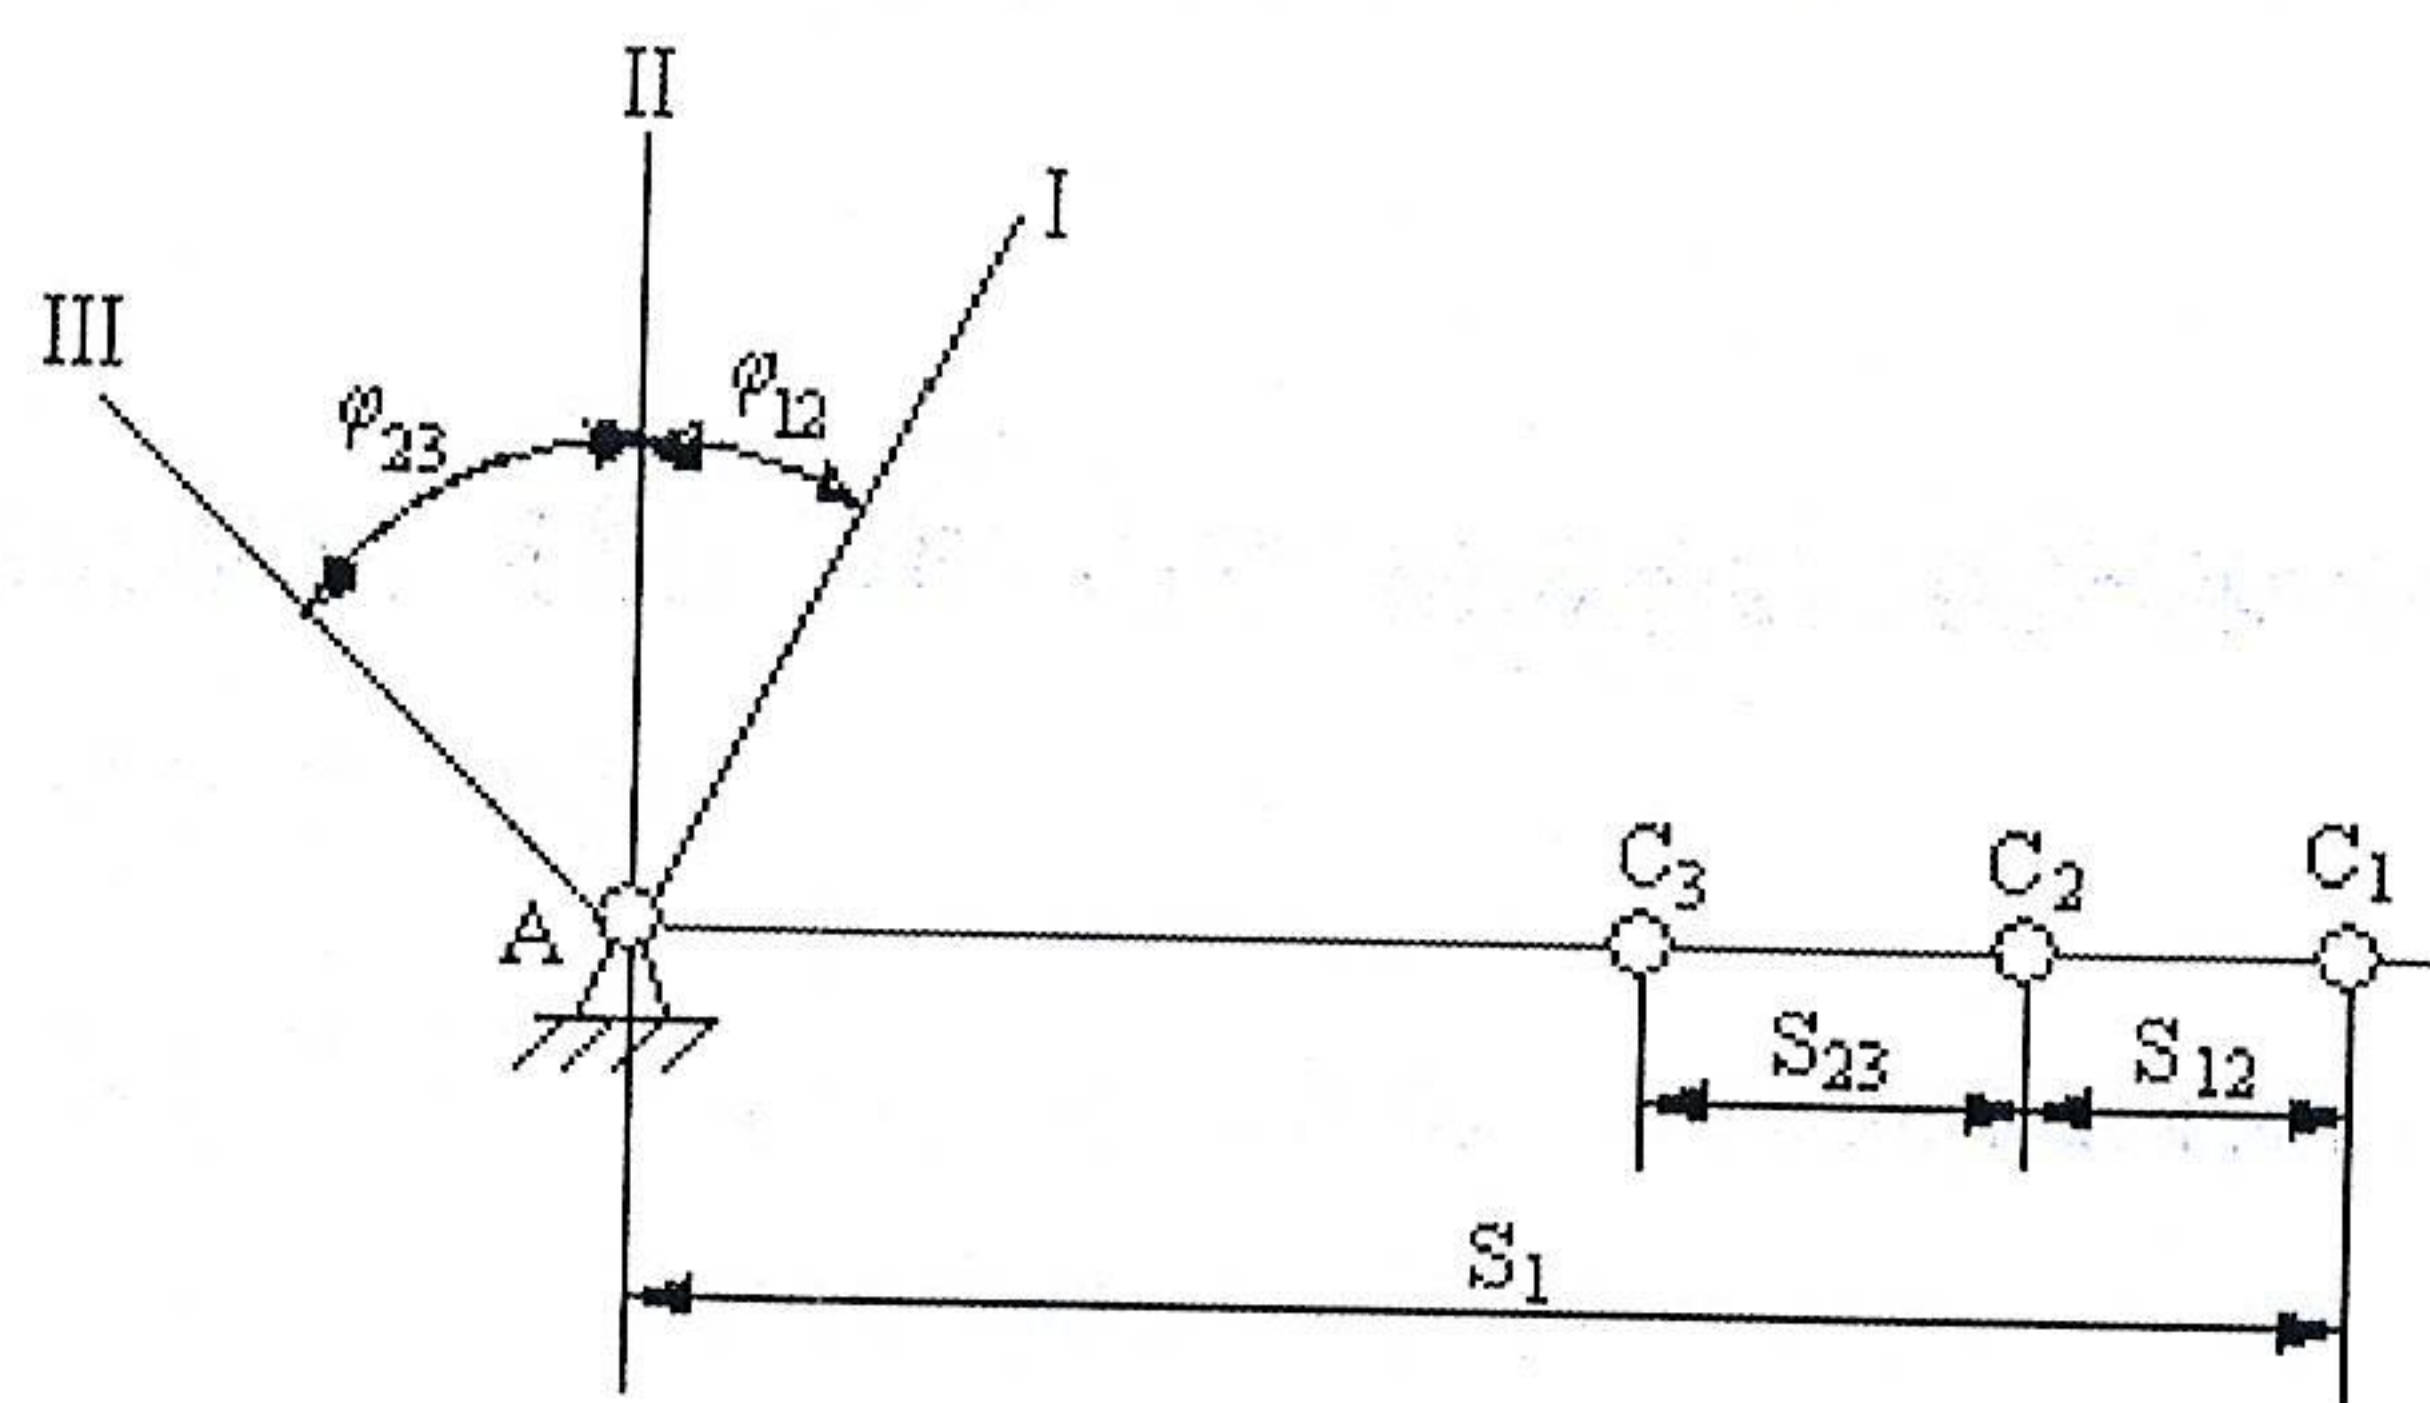

图 6 (题四、4 图)
4. (12分) 图 6 所示为某仪表中采用的摇杆滑块机构, 若已知滑块和摇杆的对应位置为: $S_1=50mm$, $S_{12}=10mm$, $S_{23}=12mm$, $\varphi_{12}=30^\circ$, $\varphi_{23}=45^\circ$, 摇杆的第 II 位置在铅垂方向上。滑块上铰链点取在C点, 试用图解法确定摇杆和连杆的长度。